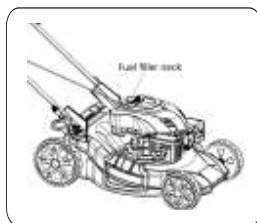

Рис. 11
**ЗАПРАВКА МОТОРНЫМ ТОПЛИВОМ** (Рис. 11).**⚠ ВНИМАНИЕ**